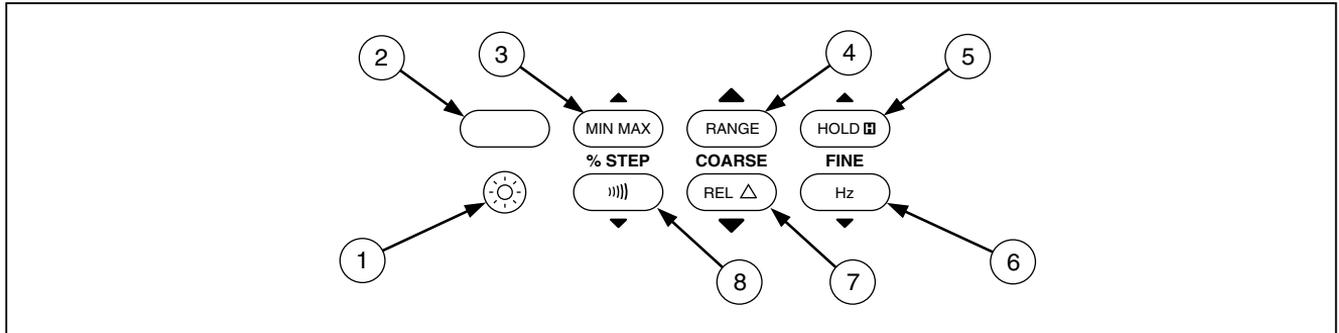

Figura 5. Botões de pressão
- Figura 5 e Tabela 5 descrevem as funções dos botões de pressão.